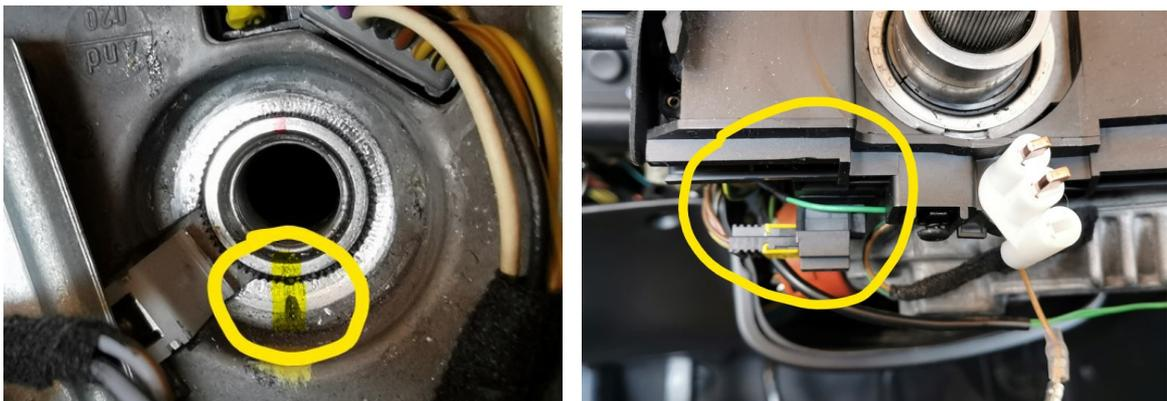

Bild 1: Markierung der Lenkradstellung und Steckverbindung der Wickelfeder
- 3. Schritt** ist das abbauen der Wickelfeder vom Lenkrad. Dazu die drei kleinen Torxschrauben (Bild 1) lösen. Das geht zur Not auch mit einem „Phasenprüfer“, aber dabei die Schrauben nicht beschädigen!
- 5. Schritt** ist das Schmieren. Die Flachbandwicklung etwas mit Silikonspray einsprühen damit die Windungen weniger aneinander reiben. Oben und unten am Gehäuse, wo Kunststoff auf Kunststoff reibt, etwas mit 08/15 Fett (z.B. Maschinenfett) einschmieren, auch den Messingkranz. Dann das Band halbwegs eng aufwickeln damit man es wieder zusammensetzen kann. Sollte sich nun schön leichtgängig und vor allem wieder geräuschfrei drehen lassen. Die Mittelstellung zum Verbau findet sich auch wieder ganz leicht: Einfach bis auf Anschlag in eine Richtung drehen, dann bis zum anderen Anschlag. Das sind recht genau 5 Umdrehungen. Von da also wieder ca. 2 ½ Umdrehungen zurück, das ist die Mitte. Wieder ans Lenkrad geschraubt arretiert die Wickelfeder dann in dem Bereich in der korrekten Stellung, also aufsetzen und bisschen in die eine oder andere Richtung drehen, bis es klickt. Möchte man die Mittelposition nochmal überprüfen muss man innen im Lenkrad das weiße Teil zum Entriegeln drücken (Bild 1 links neben der Markierung, das erfolgt beim Einbau wieder durch die Zentralschraube). Dann kann man die Wickelfeder auch am Lenkrad